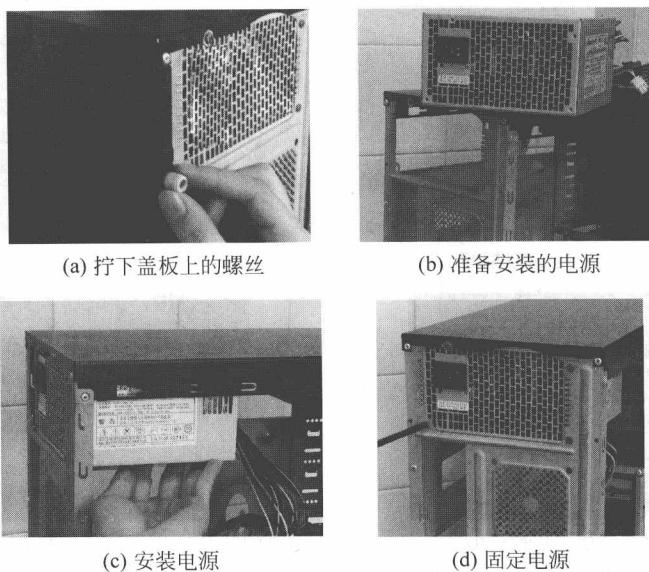

图 1.1 电源的安装
- (1) 打开机箱的外包装。
- (2) 用手或螺丝刀拧下机箱盖板上的螺丝,如图 1.1(a)所示。
- (3) 取下机箱两个侧面的盖子。
- (4) 取出准备安装的电源,如图 1.1(b)所示。
- (5) 把电源放进机箱尾部上端相应的位置,如图 1.1(c)所示。
- (6) 从外面用螺丝固定电源,拧紧电源 4 个角上的螺丝,如图 1.1(d)所示。